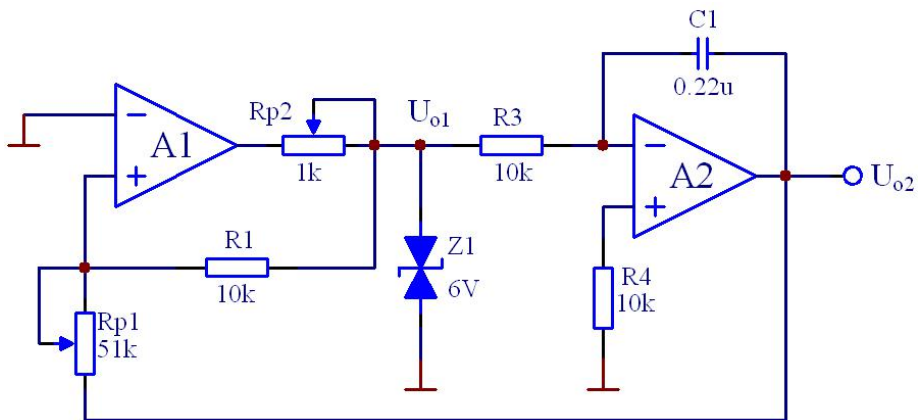

图 8.3 三角波发生电路
4. 图 8.3 电路中，如何改变输出频率？设计 2 种方案并画图表示。
实验电路如图 8.3 所示。 $R_{P2}$  调到最大，如  $U_o$  有所失真，可适当减小  $R_{P2}$ 。